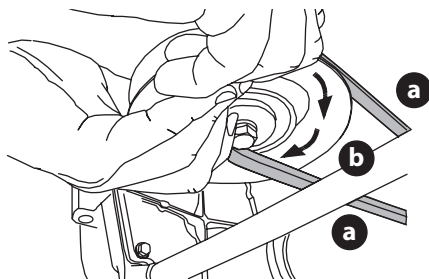

Fig. 38
- d. Tenez la courroie de la prise de force (a) vers le bas et continuez de tourner la poulie de la prise de force (b) jusqu'à ce que la courroie de la prise de force (a) soit complètement dégagée de la poulie de la prise de force (b) (Fig. 38).
8. Tirez sur le côté droit de la courroie et placez le côté plus étroit en forme de « V » de la courroie dans la poulie de la prise de force (Fig. 38 à la page 99).
9. Tenez la courroie de la prise de force et la poulie de la prise de force, puis faites pivoter la poulie de la prise de force vers la gauche (Fig. 38 à la page 99). Continuez à tenir et à faire pivoter la poulie et la courroie de la prise de force jusqu'à ce que la courroie de la prise de force soit complètement enroulée autour de la poulie de la prise de force.